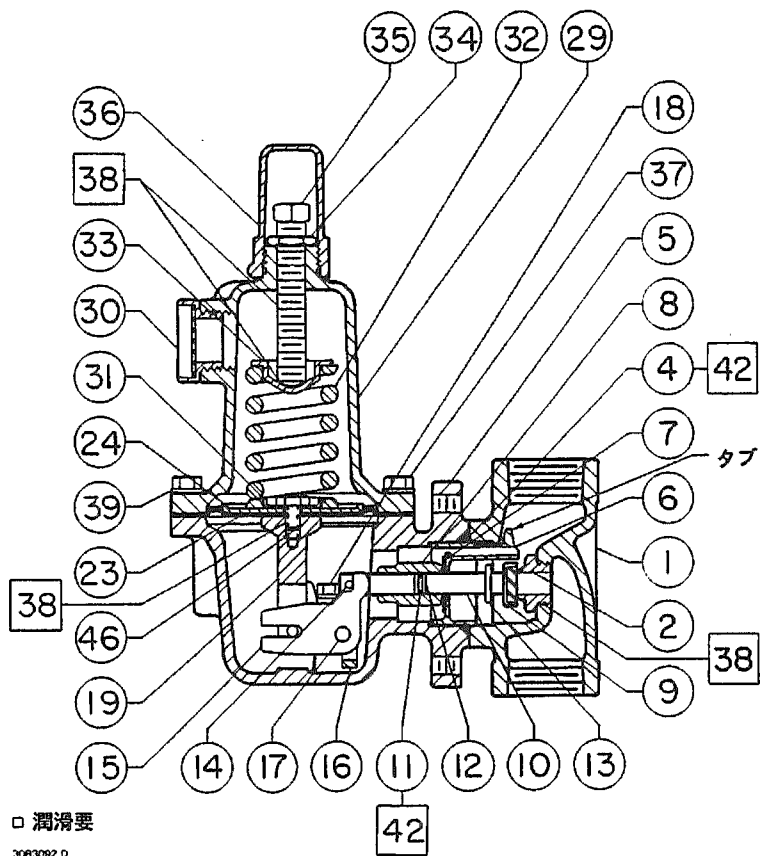

図 6. 627形レギュレータ
1. キー番号については図6から9を参照下さい。
下記手順を実施する間は、特に指定がない限り、部品のキー番号は図6から11を参照して下さい。
6) ダイアフラムケーシングOリング(キー4、図6、7、または10)を外して点検し、必要な場合は交換して下さい。
7) 交換するダイアフラムケーシングOリング(キー4、図6、7、または10)に、潤滑剤(キー42)を塗ってブーストボディ(キー6)に取り付けて下さい。ステップ14へ進んで下さい。
8) 627または627H形レギュレータについては、ボディ出口側(図6または10参照)にピトーチューブが取り付けられていることを確認して下さい。ステップ14へ進んで下さい。
販売代理店または弊社セールスエンジニアに交換部品などのご注文をする際には、このレギュレータに取り付けてあるネームプレート(キー39、図6~11)上に打刻されている製品仕様をお知らせ下さい。